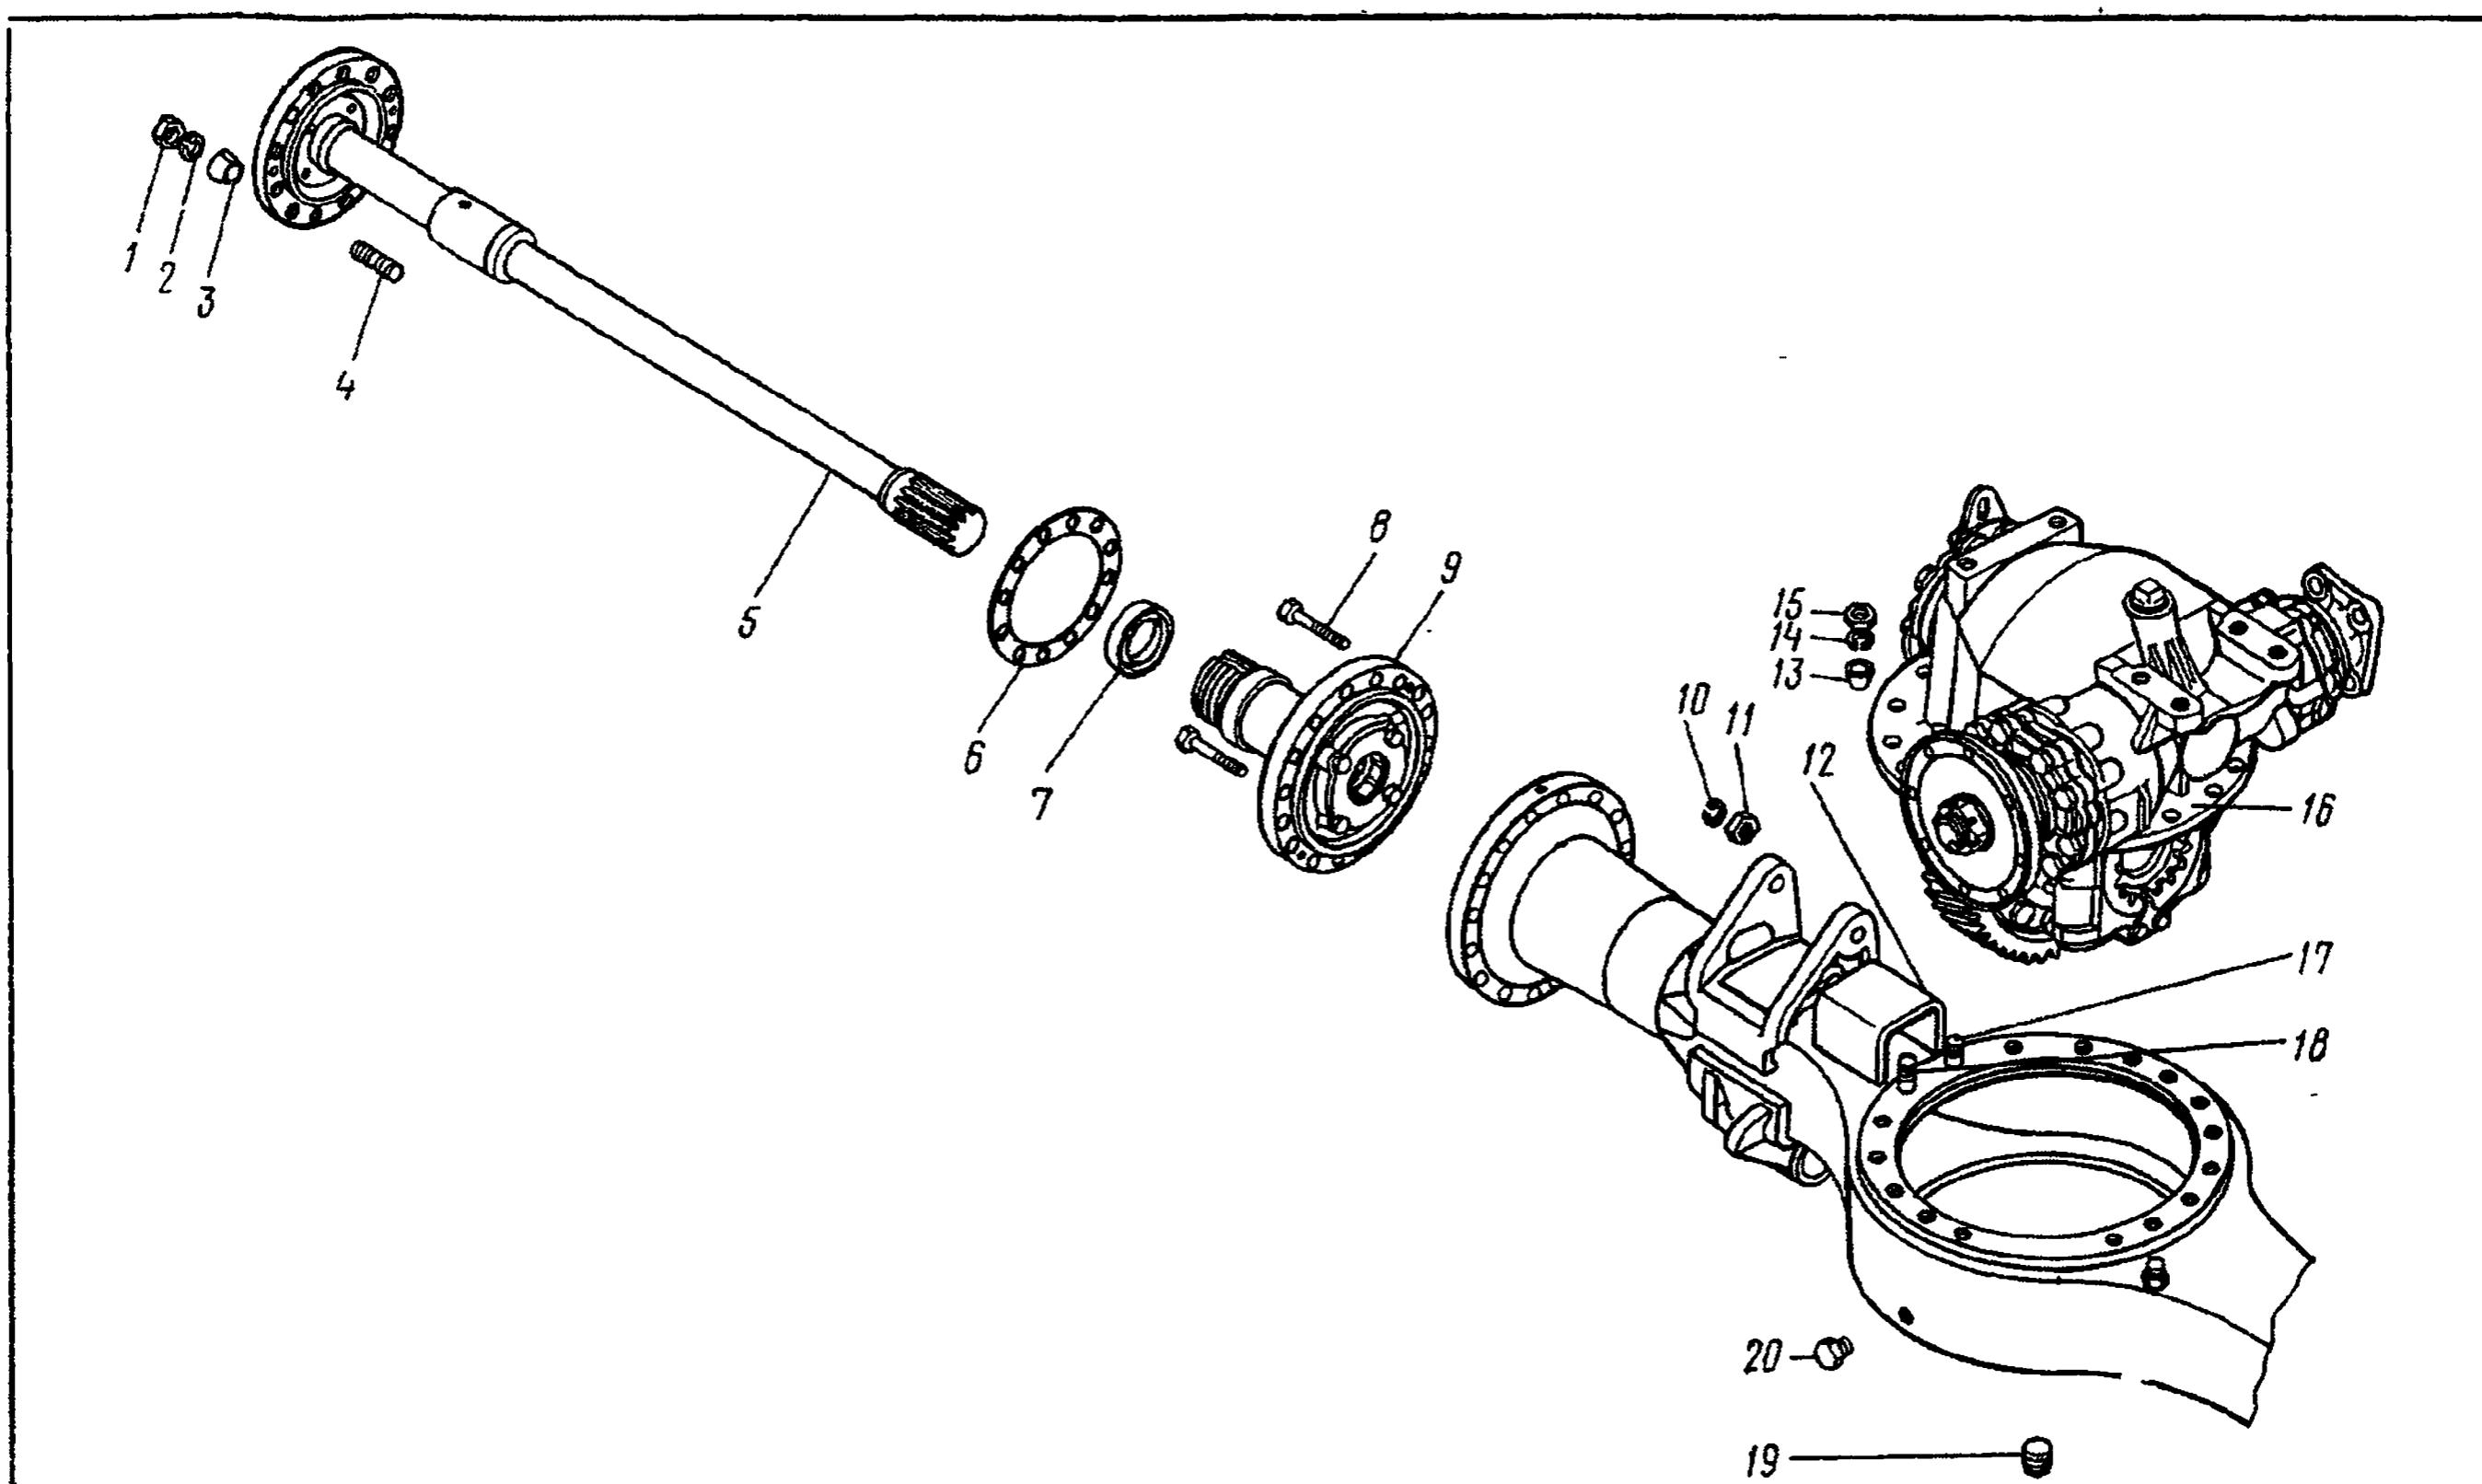

Рис. 227. Мост промежуточный:
2. Отверните гайки 1 (рис. 227) крепления полуоси, снимите со шпилек 4 пружинные шайбы 2 и конусные втулки 3	Ключ 19 мм
9. Выверните болты 8 (см. рис. 227), снимите цапфу 9 в сборе	Ключ 19 мм, сменная головка 19 мм, ворток